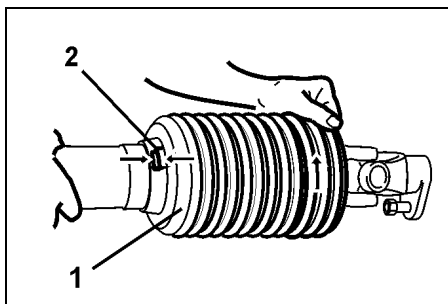

Fig. 13
- Vrid hylsan (Fig. 13/1) till monteringsläge (Fig. 13/2).